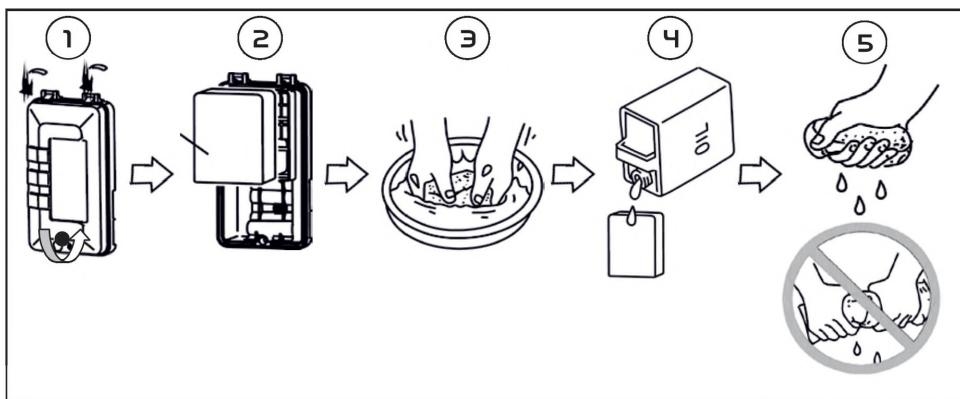

Рис. 25
1. Снимите крышку воздушного фильтра, открутив винт крепления крышки (рис. 25);